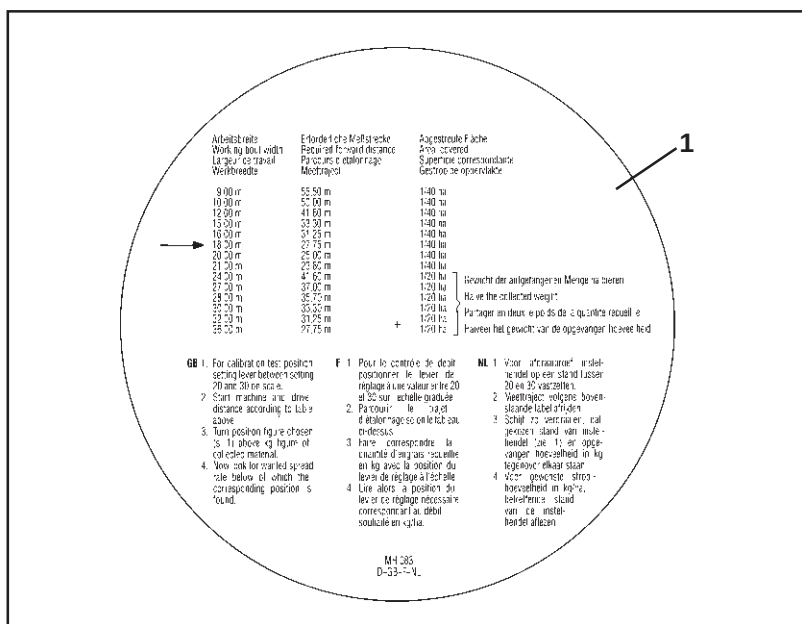

Fig. 7.10
- Ta ut av tabellen (Fig. 7.10/1) den nødvendige målestrekning på 41,6 m for 1/20 ha dekket flate når ønsket arbeidsbredde er på 24 m.